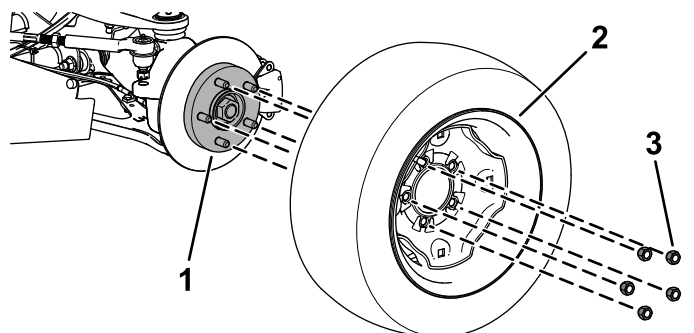

Figure 2
2. Retirez les écrous de roue qui fixent la roue au moyeu (Figure 2).